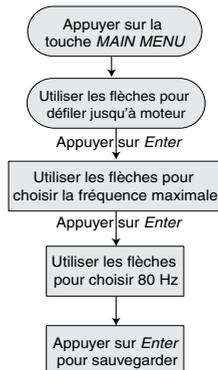

Figure 11 – Choix de 80 Hz (fonctionnement sur le triphasé seulement).
- Procéder comme il est indiqué à la Figure 11.